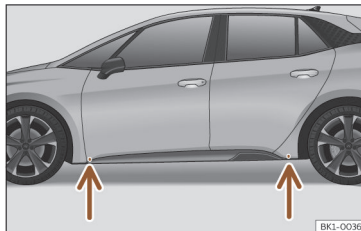

Abb. 168 Aufnahmepunkte für den Wagenheber.
• Suchen Sie am Längsträger die Markierung des Aufnahmepunktes für den Wagenheber (Eindrückung), die dem zu wechselnden Rad am nächsten liegt >>> **Abb. 168**.